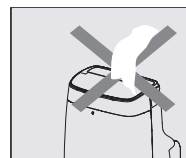

Fig. 13
- Ne posez jamais d'objets de quelque nature que ce soit sur l'appareil (Fig. 13) ;